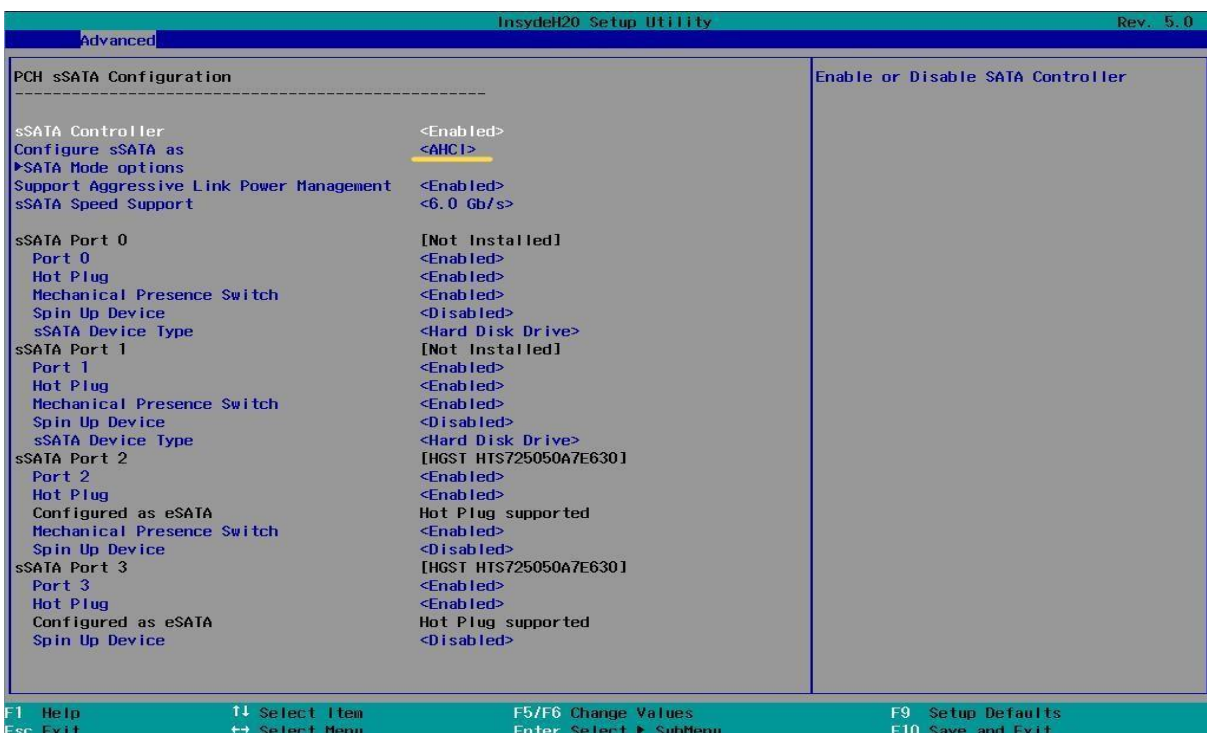

Рисунок 4. Настройка sSATA
- Установите параметр «Configure sSATA as» в режим «AHCI», как показано на рисунке (см. Рисунок 4).